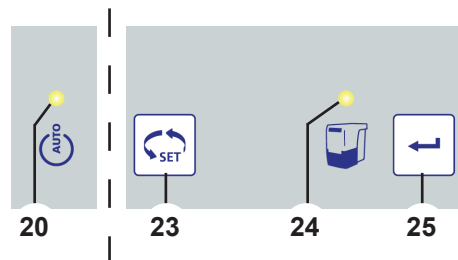

Fig. 8
- ⇒ Retirar para fora a gaveta do pó (4) e esvazie.
- ⇒ Prima a tecla Enter (25) (o contador do intervalo de tempo é zerado).
- ♦ A indicação de gaveta do pó (24) apaga-se.
***Se a gaveta do pó não for esvaziada, a indicação da gaveta do pó (24, Fig. 8) permanece acesa. Após o equipamento ser desligado/ligado, um sinal sonoro soando 3 vezes relembra a necessidade de se esvaziar a gaveta do pó.***